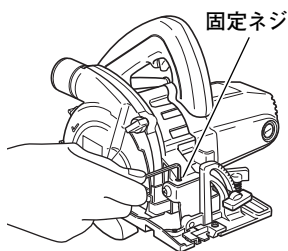
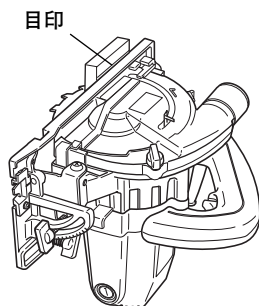

図 17
図 18
- (1) ギヤカバーヒンジ部の固定ネジをゆるめます。(図 17)
- (2) 保護カバーをソーカバーの中に引き込みます。
- (3) のこ刃のベース後方側に木片を当て、ベース側面位置に目印を付けます。(図 18)